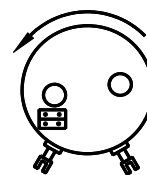

Abb.6
-Jumper "vertikal" platziert für Drehsinn gegen den Uhrzeigersinn. (Abb.6)